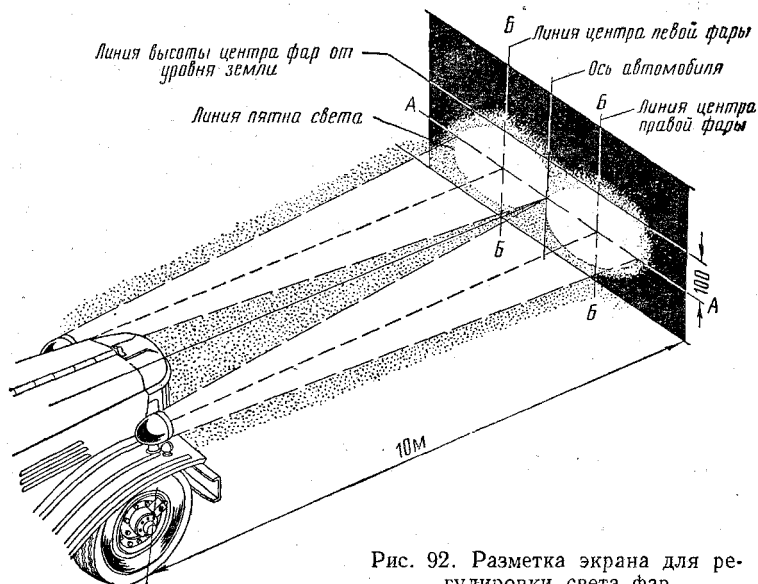

Рис. 92. Разметка экрана для регулировки света фар
1. Провести на экране вертикальную линию, совпадающую с осевой линией автомобиля (рис. 92).